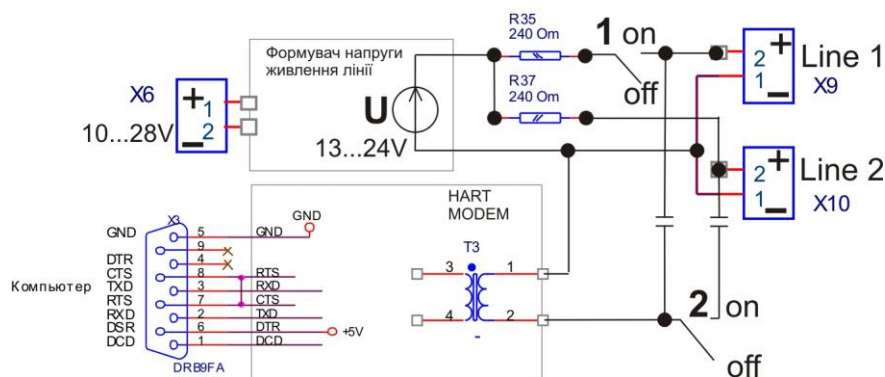

Рис. 1 – Схема функціональна перетворювача RS232/BELL202
3.3 Функціональна схема перетворювача приведена на Рис. 1.